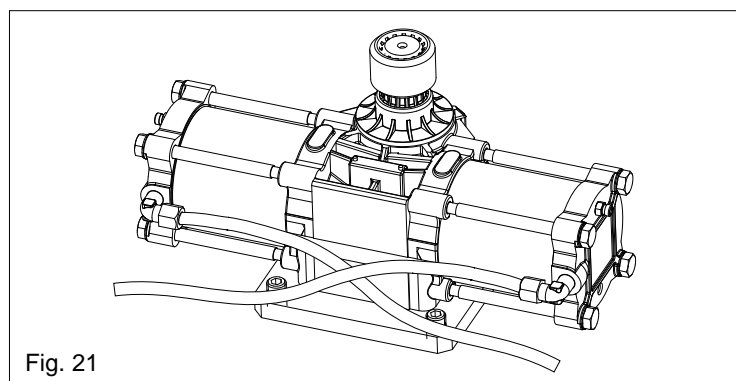
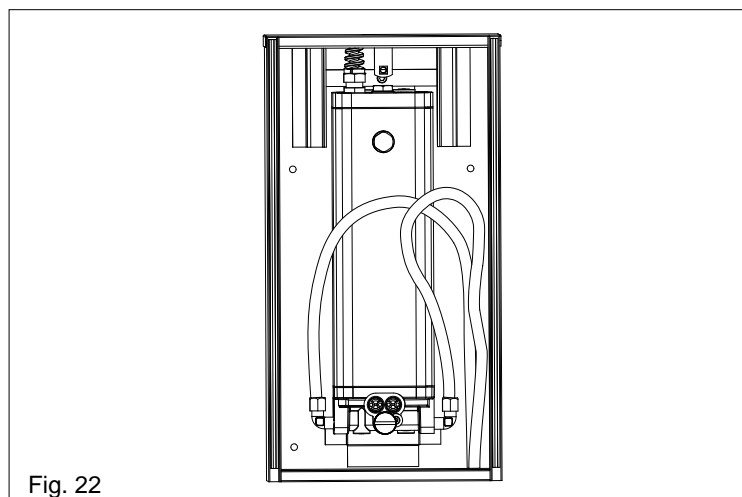
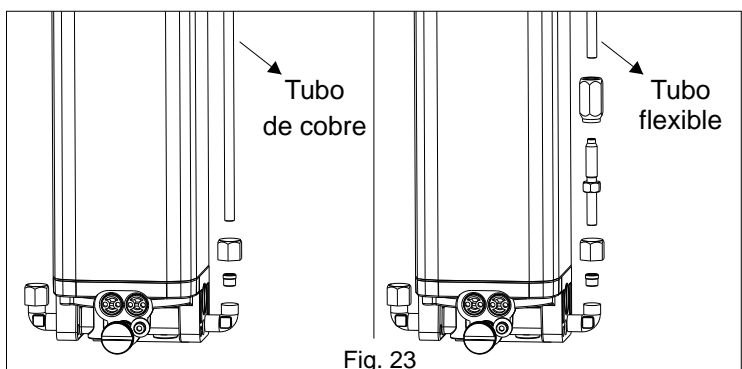

Fig. 21
Fig. 22
Fig. 23
5.1. Ejecutar los enlaces de los tubos oleodinámicos a la central y al martinete, Fig.21, Fig.22, Fig.23.
12.1. Ejecutar los enlaces de los tubos oleodinámicos a la central y al martinete, Fig.21, Fig.22, Fig.23.